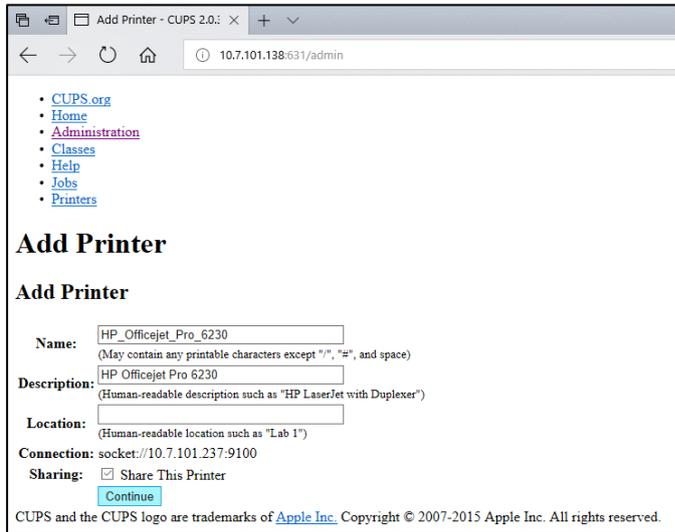

Figure 76. Écran Add printer (Ajouter une imprimante).
5. Sélectionnez Share this printer (Partager cette imprimante) et appuyez sur Continue (Continuer) (figure 76, en page suivante).